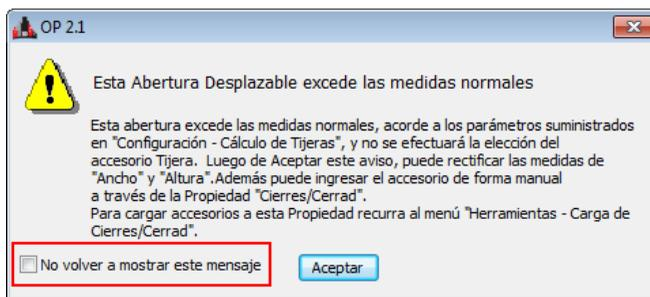

Figura 12.38 – Casilla No Volver a Mostrar Mensaje
- **MENSAJES Mostrar todos los mensajes del Sistema:** Determina si el sistema debe mostrar los mensajes de advertencia o ayuda que tiene incorporado. Estos son anuncios que el Usuario avanzado podrá prescindir con el solo hecho de tildar el respectivo chequeo (*Figura 12.38*). Al optar en esta opción de Mensajes por *Sí*, se activan todos los mensajes aunque hayan sido tildados por el Usuario.